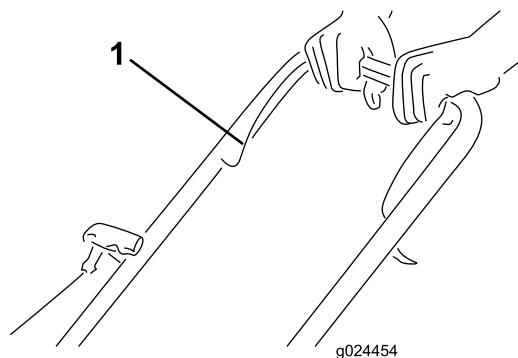

Рисунок 14
1. Удерживайте штангу управления ножом прижатой к рукоятке (**Рисунок 14**).